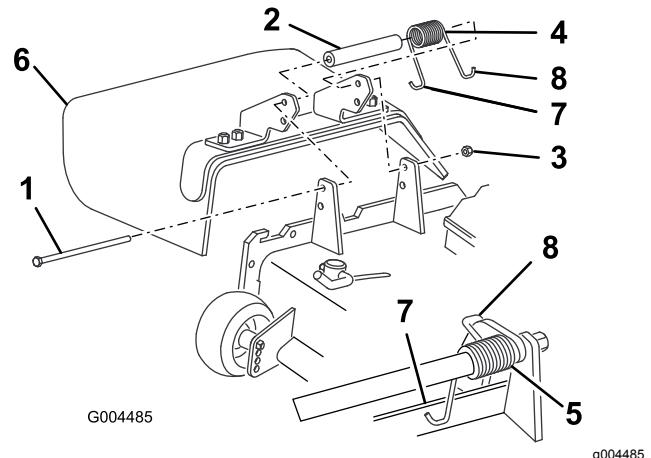

図 36
1. デフレクタをピボットブラケットに固定しているロックナット、ボルト、スプリング、スペーサを外す(図 36)。デフレクタを取り外す。
注 必ずスプリングの L 字形端部をカッティングユニット後部のエッジに引っ掛け、それから図 36 のようにボルトを取り付けてください。
3. ボルトとナットを取り付ける。スプリングの右側の J 字形フックを、デフレクタに引っ掛ける図 36。